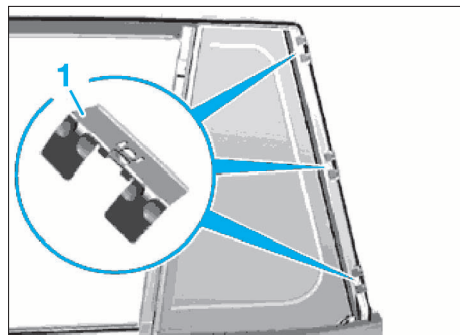

FIG. 105
- Déposer les agrafes (1) (Fig.105).